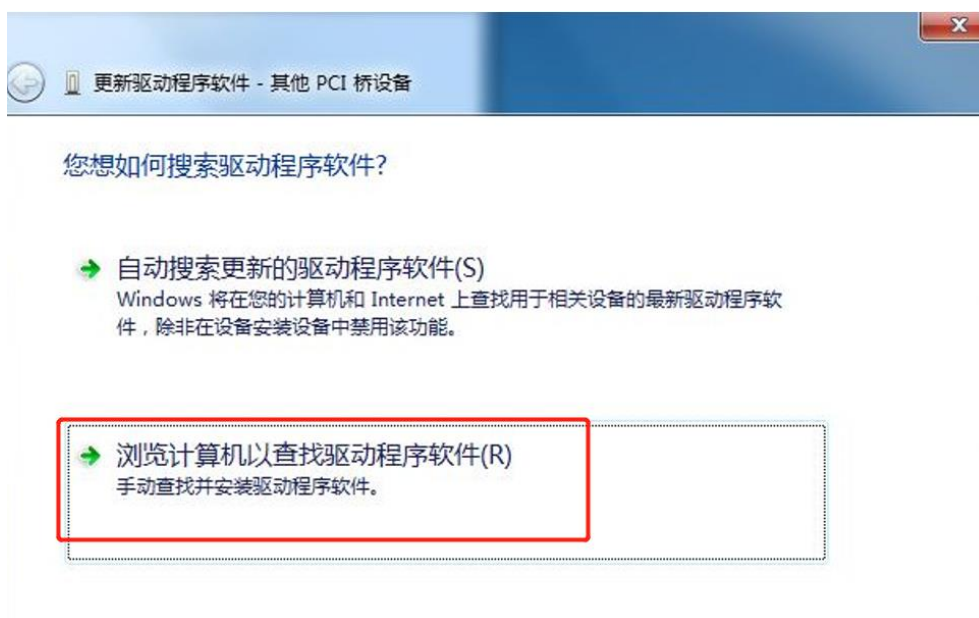

图 2.2.2 驱动程序安装步骤 2
- (2) 选择“**其他PCI桥设备**”，右键选择“**更新驱动程序软件**”，出现如下窗口，选择“**浏览计算机以查找驱动程序软件**”，如图2.2.2所示：